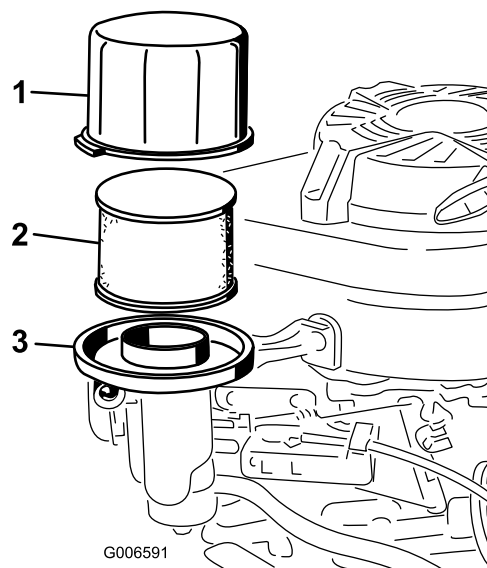

Figure 25
3. Déposez le couvercle et nettoyez-le soigneusement (Figure 25).
4. Retirez le préfiltre en mousse de l'élément en papier (Figure 25), et remplacez l'élément en papier s'il est très encrassé.